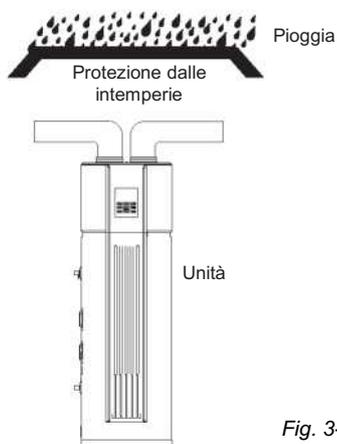

Fig. 3-7
- Nel caso in cui l'unità sia collegata a un condotto che raggiunge l'esterno, è necessario adottare misure affidabili per l'impermeabilizzazione, per evitare che l'acqua penetri all'interno. (Fig. 3-7)